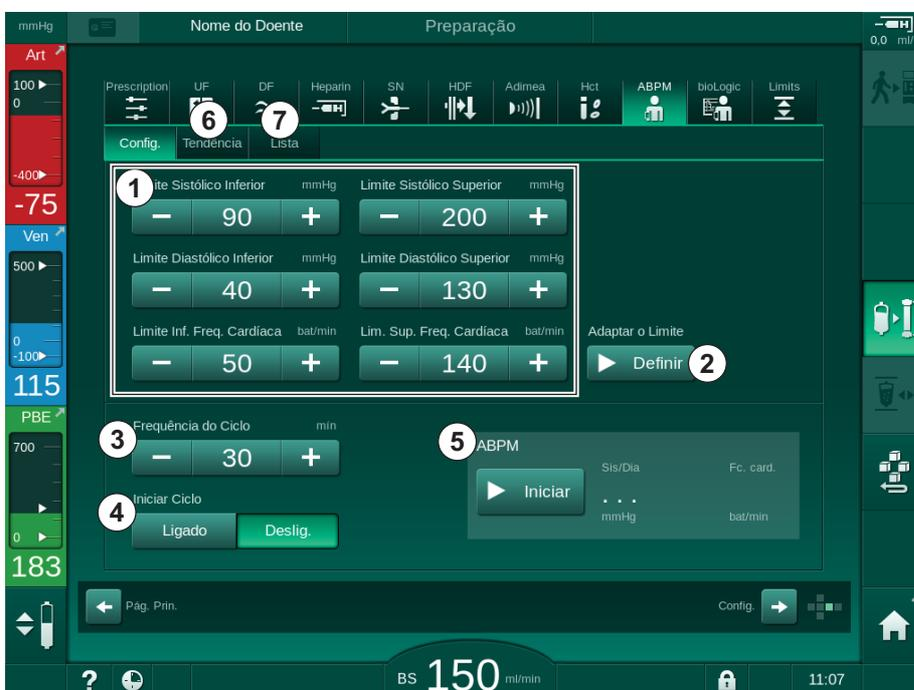

Fig. 11-6 Parâmetros ABPM no ecrã *Entrada*
2. Para adaptar limites de alarme a valores aproximados da tensão arterial avaliada medida, toque em *Adaptar o Limite, Definir* (Fig. 11-6, ② ).
1. Para ativar/desativar medições cíclicas na frequência da medição definida, selecione *Iniciar Ciclo, Ligado* (Fig. 11-6, ④).
2. Para definir a frequência da medição, selecione *Frequência do Ciclo* ③. Intervalo possível: 1 a 60 minutos.
Toque em *Iniciar* na caixa do grupo *Definições ABPM* no ecrã *Entrada* (Fig. 11-6 Parâmetros ABPM no ecrã Entrada (269), ⑤).